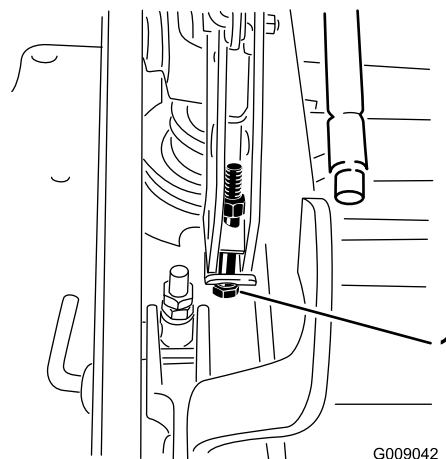

**Figure 85**
11. Pour régler le système monopoint, desserrez les deux boulons au bas de la plaque de hauteur de coupe Voir la Figure 85.
13. Serrez les deux boulons au bas de la plaque de hauteur de coupe (Figure 85). Serrez à un couple de 37 à 45 Nm.